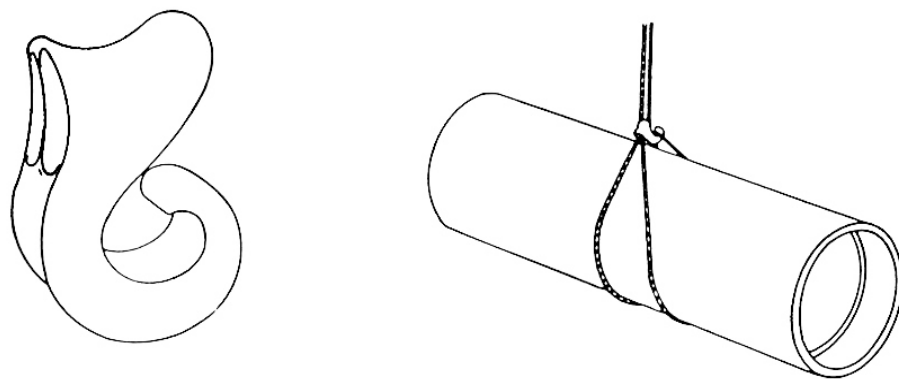

Figure 10 – Crochet à étranglement double
- **Le crochet à étranglement** : pour les élingues sans fin, et pour les élingues traditionnelles lorsqu'il y a deux boucles sur le crochet principal (voir figure 10).